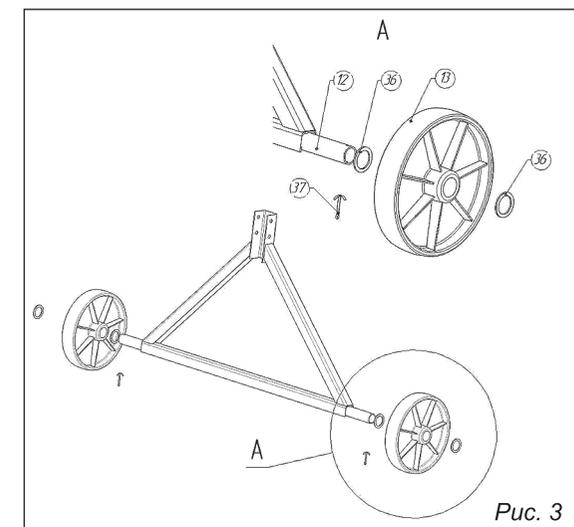

Рис. 3
#### 6.1. Сборка колесной опоры (рис. 3)
- Произведите натяжение ремня 19 путем перемещения электродвигателя 21 по пазам плиты моторного блока. Удерживая электродвигатель 21, затяните болты крепления 44 (см. рис. 3) к плите моторного блока 16.